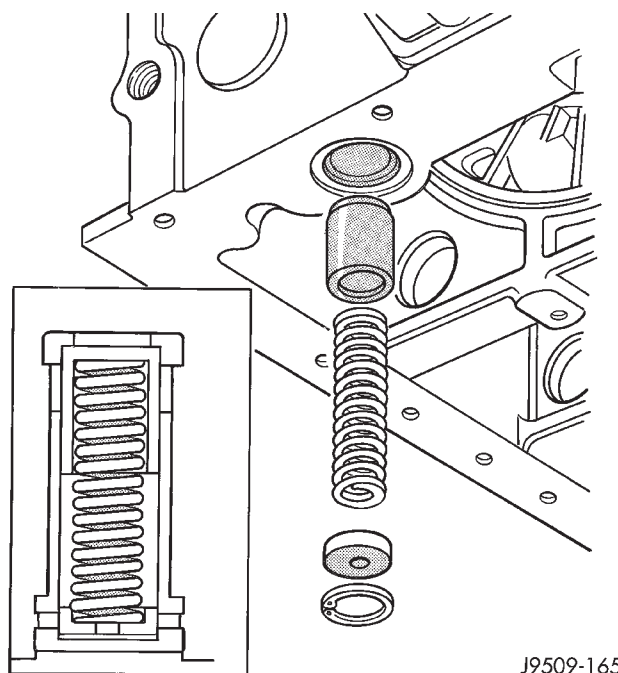

Fig. 52 Válvula de descarga de presión de aceite
- (1) Desconecte el cable negativo de la batería.
- (2) Retire el colector de aceite. Consulte el procedimiento de desmontaje e instalación del colector de aceite en esta sección.
- (3) Retire el anillo de resorte de la válvula de descarga.
(4) Retire la tapa, el muelle y el émbolo de la válvula de descarga (Fig. 52).
(5) Compruebe la longitud del muelle de la válvula de descarga. La longitud libre de la válvula de descarga es de 57,5 mm (2,263 pulg.). Si la longitud es inferior o el muelle está deformado, deberá reemplazarse.
(6) Compruebe si el émbolo está rayado. En caso necesario, reemplácelo.